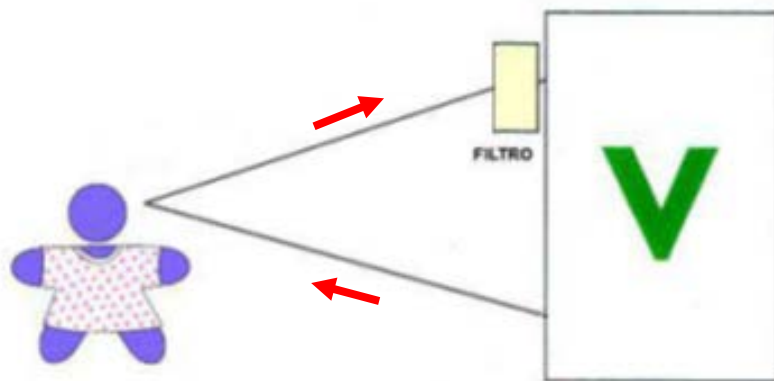

Fig.7 Posición durante la administración de aerosoles.
- Colocar un filtro bacteriano/viral antes de la válvula espiratoria como medida de protección de la válvula espiratoria y el sensor de flujo de los respiradores. (Fig.7)